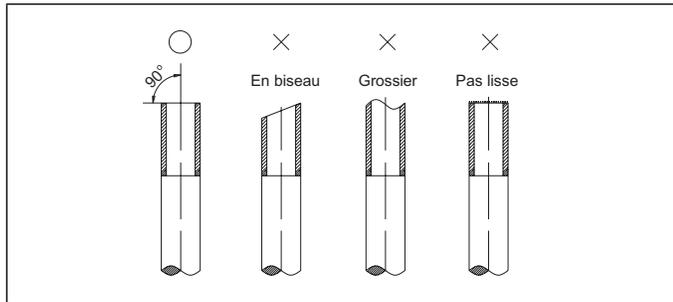

Figure 20. Coupe des conduites
4. Couper les conduites avec un coupe-tube. Les coupes doivent être plates et lisses comme illustrées à la « Figure 20. Coupe des conduites ».